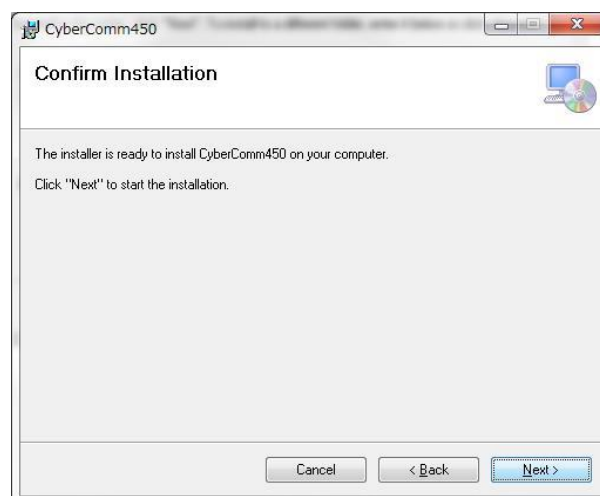

Fig.3 インストール確認
4. Fig.3 が表示されます。インストールを行なう場合は Next> ボタンをクリックします。戻る場合は <Back ボタンをクリックします。中止する場合は Cancel ボタンをクリックします。